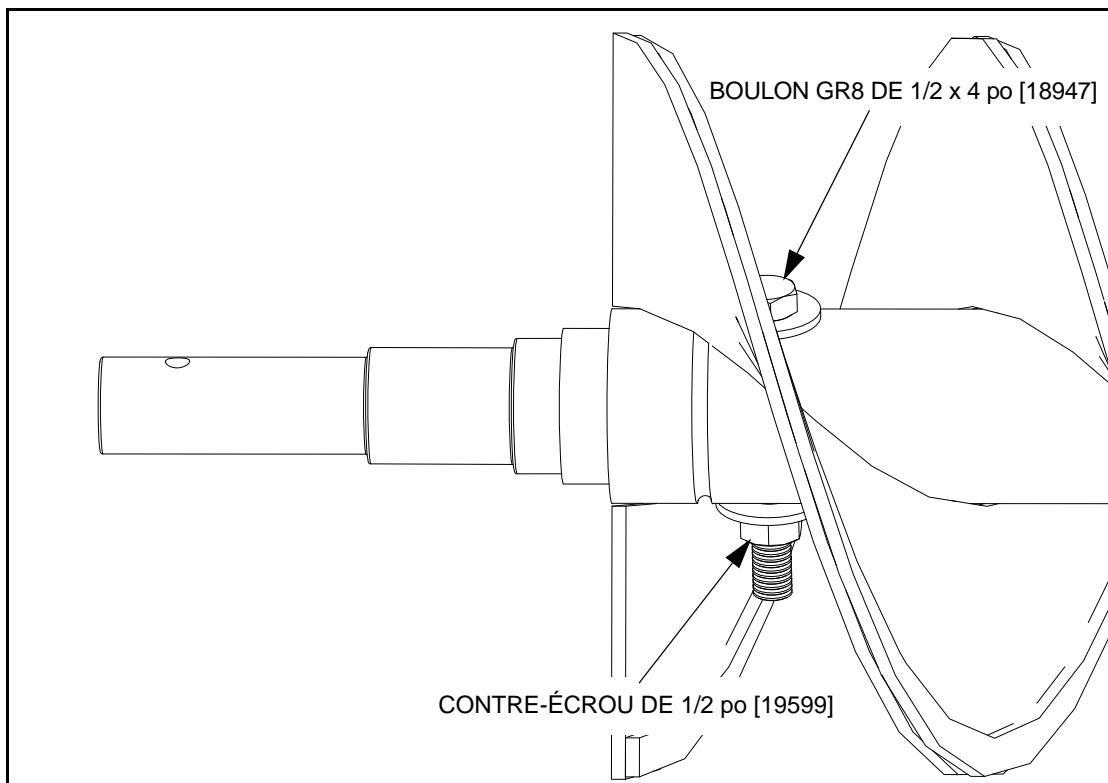

Figure 3.12 Vérifier le boulon et l'écrou du déflecteur de boîtier
1. Le boîtier de la vis sans fin est préinstallé à l'extrémité de l'arbre de la vis sans fin du tube inférieur (voir la Figure 3.12). S'assurer que la vis sans fin est fixée solidement au moyen d'un boulon GR8 et contre-écrou de 1/2 x 4 po.